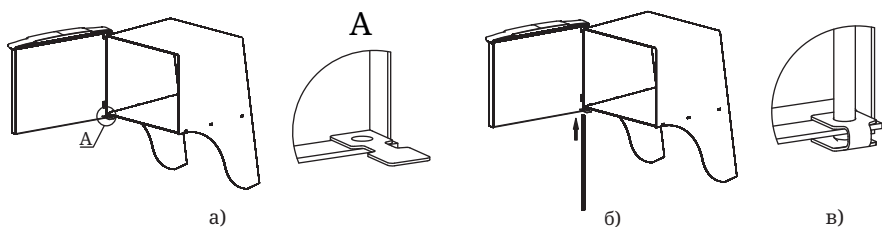

Рисунок 10. Установка дверцы при монтаже печи
2. Установите дверцу на втулки топливного канала, совместив отверстия (рисунок 10.а);
3. Совместите отверстие упора с нижним отверстием каркаса, при этом упор должен располагаться внутри каркаса (рисунок 10.а);
3. Вставьте ось через отверстия снизу вверх (рисунок 10.б),
4. Подогните упор, фиксируя конец оси между площадками упора (рисунок 10.в);